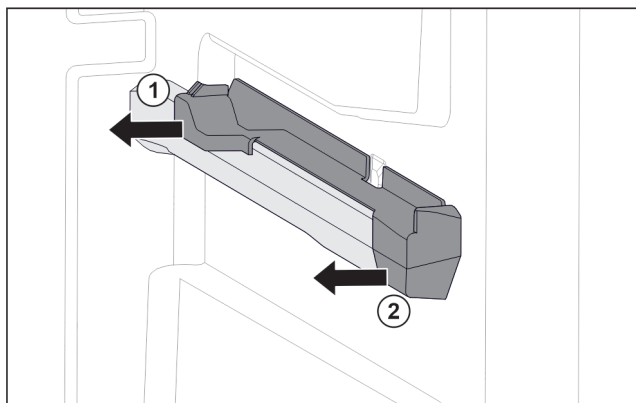

Fig. 31 Natični dio na desnom žlijebu spremnika
- ▶ Skinite natični dio straga u stranu. Fig. 31 (1)
- ▶ Skinite natični dio srijeda u stranu. Fig. 31 (2)